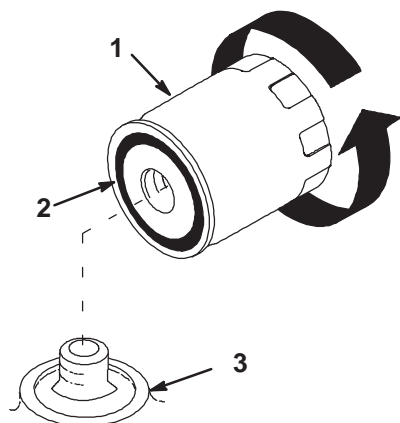

Figure 33
2. Déposez le filtre à huile usagé et essuyez la surface du joint de l'adaptateur (Fig. 33).
3. Appliquez une fine couche d'huile propre sur le joint en caoutchouc du filtre de rechange (Fig. 33).
4. Posez le filtre à huile de rechange sur l'adaptateur. Tournez le filtre dans le sens horaire jusqu'à ce que le joint touche l'adaptateur, puis donnez de 2/3 à 1 tour supplémentaire (Fig. 33).